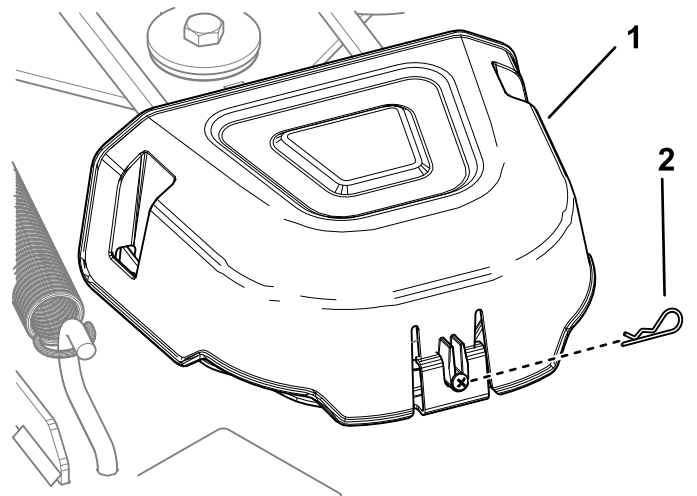

Figure 48
4. Retirez la goupille fendue et appuyez sur la languette des couvercles pour déposer les couvercles des poulies (Figure 48).